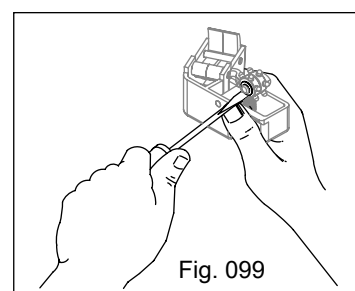

Fig. 099
b) Remova o anel de retenção da roldana (Fig. 099) e, em seguida retire a(s) roldana(s) existente(s);